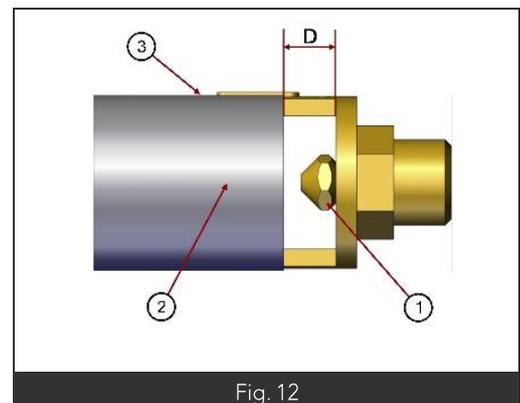

Fig. 12
- Débloquer la bague d'air (Fig12 Rep3)
- Déposer l'injecteur (Fig12 Rep2), le remplacer par l'injecteur souhaité selon le tableau ci-dessus (paragraphe 4.1)
- Régler la distance « d » (Fig12) en fonction des données du tableau ci-dessus (paragraphe 4.1)